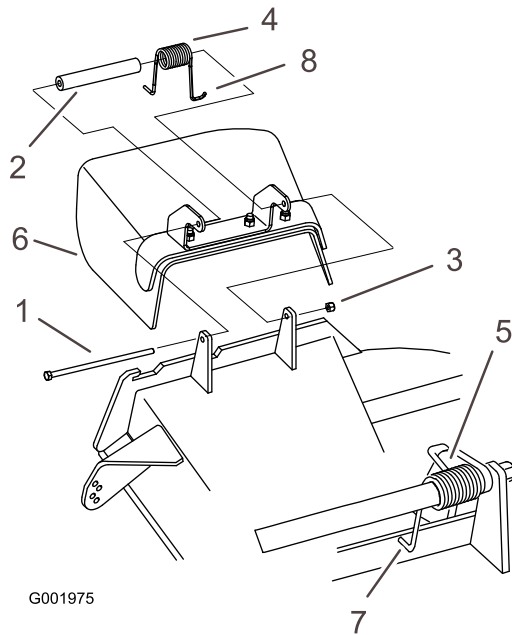

Figure 77
1. Retirez le contre-écrou, le boulon, le ressort et l'entretoise qui fixent le déflecteur aux supports de pivot (Figure 77). Enlevez le déflecteur s'il est endommagé ou usé.
Remarque: Prenez soin de placer l'extrémité en **L** du ressort derrière le bord du tablier avant de mettre le boulon en place, comme indiqué à la Figure 77.
3. Remettez le boulon et l'écrou. Accrochez l'extrémité en **J** du ressort au déflecteur d'herbe (Figure 77).